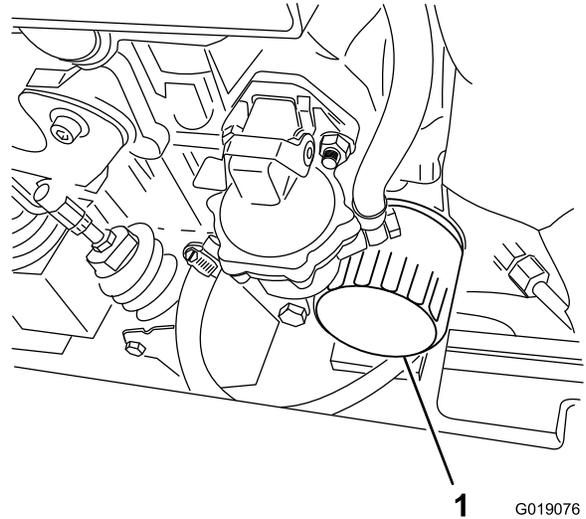

Figure 59
1. Placez un bac de vidange peu profond ou un chiffon sous le filtre pour récupérer l'huile (Figure 59).
2. Tournez le filtre à huile dans le sens antihoraire et déposez-le (Figure 59).
5. Posez le filtre à huile de rechange sur l'adaptateur. Tournez le filtre dans le sens horaire jusqu'à ce que le joint touche l'adaptateur, puis donnez 1/2 tour supplémentaire (Figure 59).